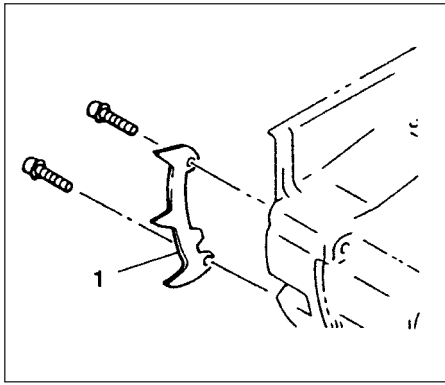

Fig.1-0
\* Monte o separador dentado (1) (opção, não disponível em todos os modelos) no aparelho usando os 2 parafusos. (Fig. 1-0)